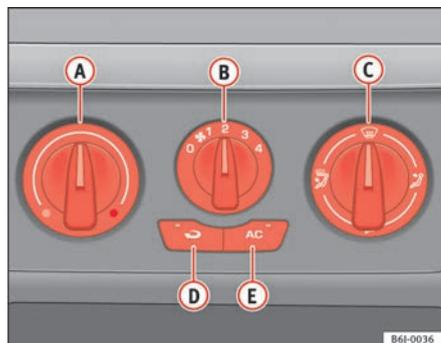

Fig. 85 Sulla plancia portastrumenti: i comandi del riscaldamento
- I comandi ⇒ fig. 85 **A** e **C** e la manopola **B** servono a regolare la temperatura, ad indirizzare il flusso d'aria e a selezionare il livello di potenza del ventilatore.